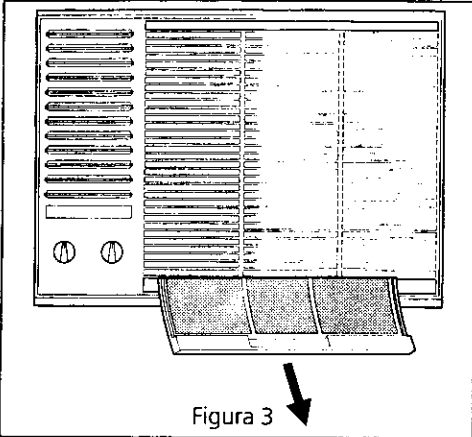

Figura 3
- Para muchas instalaciones de ventana, este frente pudiera necesitar removerse para tener acceso al filtro para limpieza (Figura 3). Para quitar el frente, revierta el proceso de instalación para Modelos con Descarga Lateral de Aire mostrados en la Instalación Frontal.